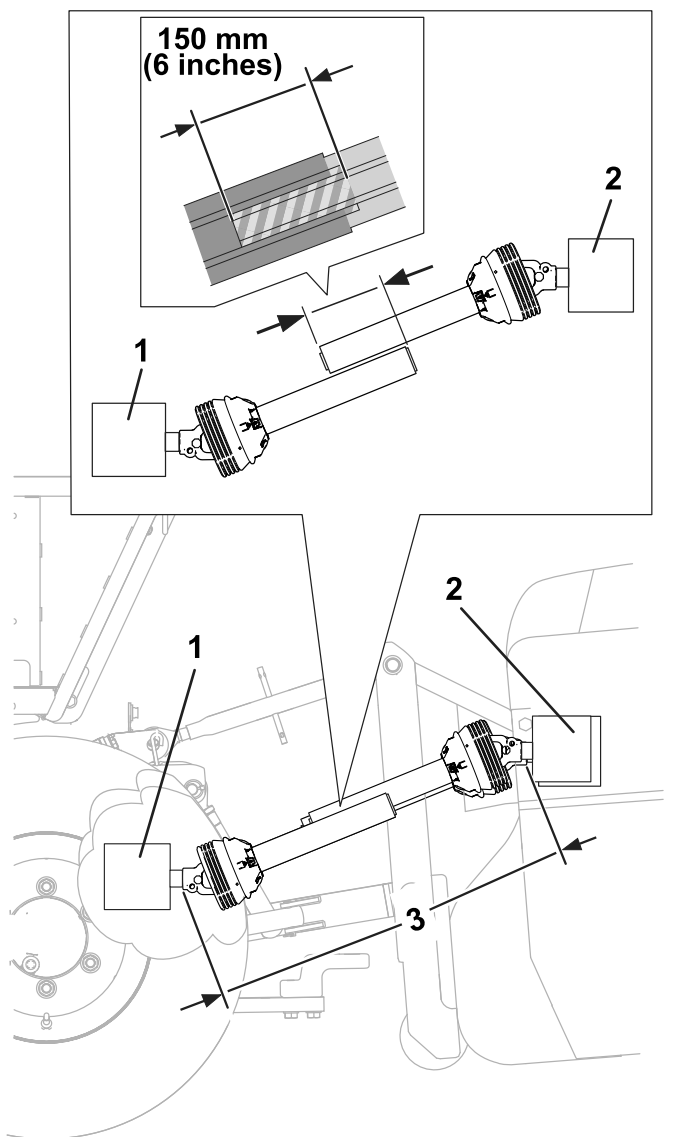

Figure 16
- 10. Élevez l'accessoire à la position où l'arbre de sortie de la PDF du groupe de déplacement et l'arbre d'entrée du boîtier d'engrenages sont les plus éloignés l'un de l'autre (Figure 16).
- 11. Maintenez les sections de l'arbre de transmission parallèles entre elles et vérifiez qu'elles se chevauchent sur 150 mm (6 po) ou plus (Figure 16).